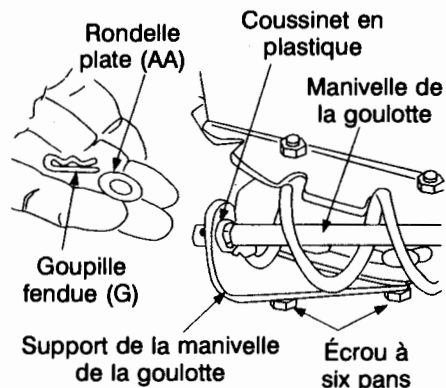

FIGURE 8
- Desserrez les écrous à six pans du support de la manivelle de la goulotte. Voir la Figure 8.
- Enfoncez l'extrémité de la manivelle dans le trou du coussinet en plastique sur le support de la goulotte. Voir la Figure 8. Maintenez-la avec la rondelle plate (AA) et la goupille fendue (G) (5/16 po diamètre).
- Les écrous à six pans du support de la manivelle de la goulotte étant desserrés, ajustez celui-ci (voir la Figure 8) de manière que la partie hélicoïdale de la manivelle s'engrène bien avec les dents de la goulotte. Serrez les écrous sur le support de la manivelle inférieure.